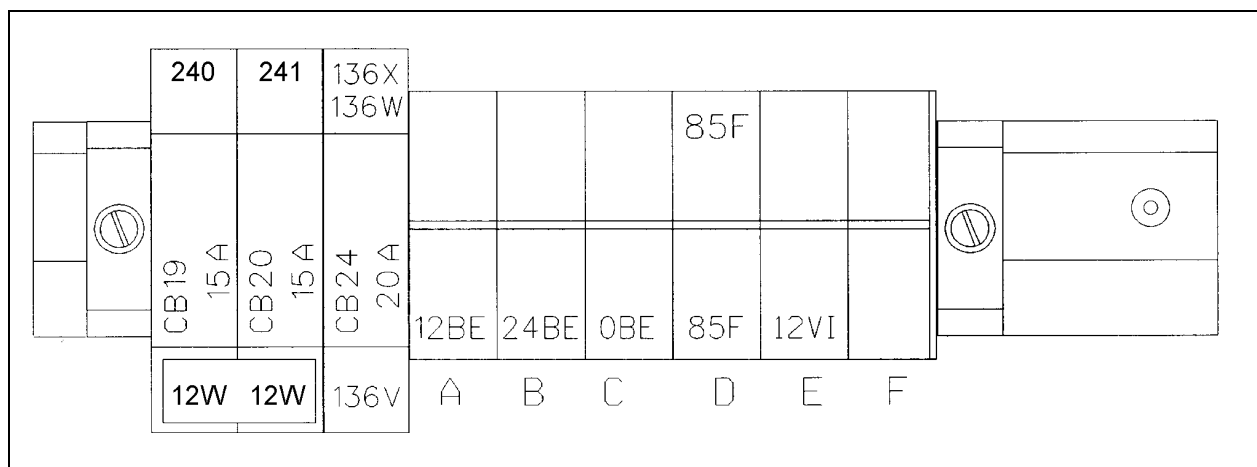

FIGURE 3 : BOÎTE DE JONCTION DU COMPARTIMENT DES BATTERIES APRÈS LA MODIFICATION
- Couper la barre collectrice pour l'utiliser avec deux coupe-circuits seulement. Déplacer les coupe-circuits CB 19 et CB20 vers la droite puis réinstaller le bloc de fixation. Fixer les fils 12W sur les bornes de la barre collectrice (voir figure 3). Couper le fil 440 qui était fixé sur le coupe-circuit CB 21.